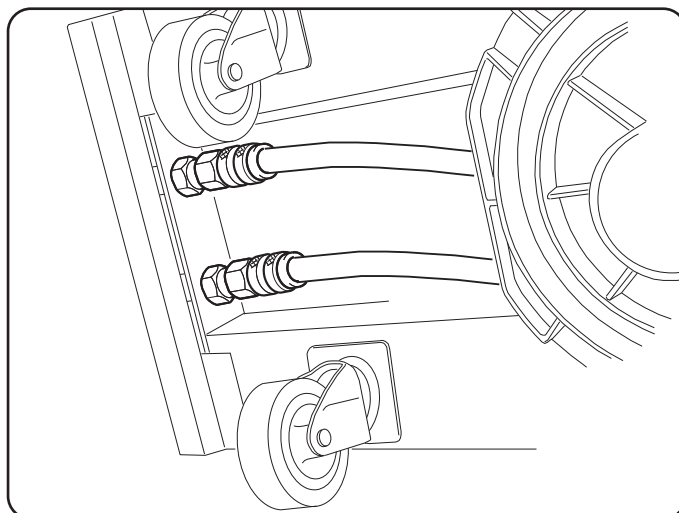

Fig. 6
- ◆ Conectar los tubos del líquido refrigerante a los empalmes de acoplamiento rápido colocados bajo el fondo del carro arrastrado (ver Fig. 6), poniendo los colores así como están en la parte anterior del carro.